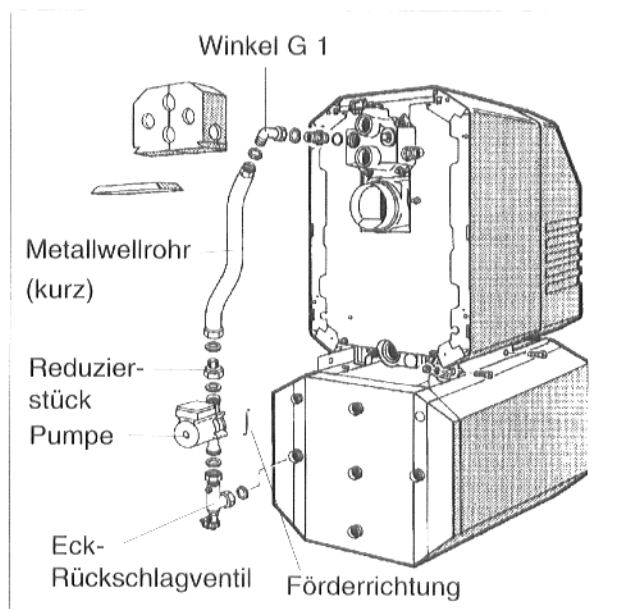

Abb. 9
- Winkel G 1 mit eingelegter Dichtung auf den Doppelnippel im Speichervorlaufanschluß des Anschlußformstückes aufschrauben (Abb. 9).
- Eck-Rückschlagventil mit eingelegter Dichtung und dem Füll- und entleerventil nach unten auf den Speichervorlaufstutzen schrauben (Abb. 9).
- Dichtung in die Überwurfmutter des Eck-Rückschlagventiles einlegen und die Speicher-Ladepumpe mit dem Druckstutzen auf das Eck-Rückschlagventil schrauben (Abb. 9).
- Reduzierstück mit eingelegter Dichtung auf den Saugstutzen der Speicher-Ladepumpe schrauben (Abb. 9).
- Metallwellrohr (kurz) mit eingelegter Flachdichtung zwischen den Winkel G 1 am Anschlußformstück und das Reduzierstück am Saugstutzen der Speicher-Ladepumpe schrauben (Abb. 9).